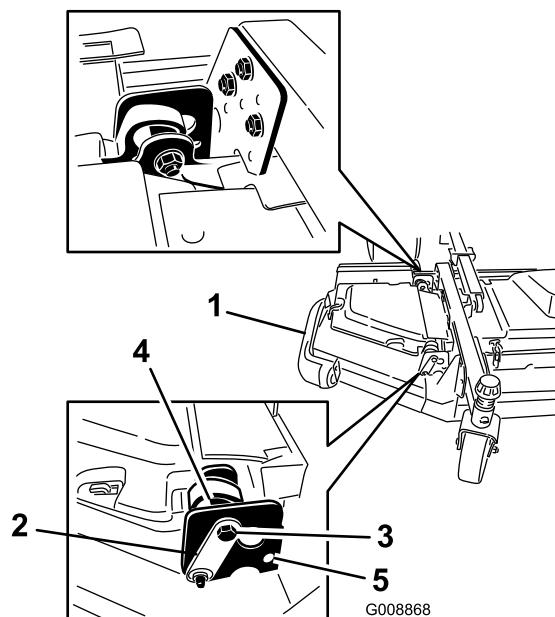

図 7
- ・ 後ろ側の（トラクションユニットに近い方の）偏芯スペーサを回して、外側のブレードの先端の高さが希望する刈高よりも 3mm 高くなるように調整する（図 7）。
- ・ 偏芯スペーサ（2枚）をウイングレットに固定しているボルトとナットをゆるめる（図 7）。